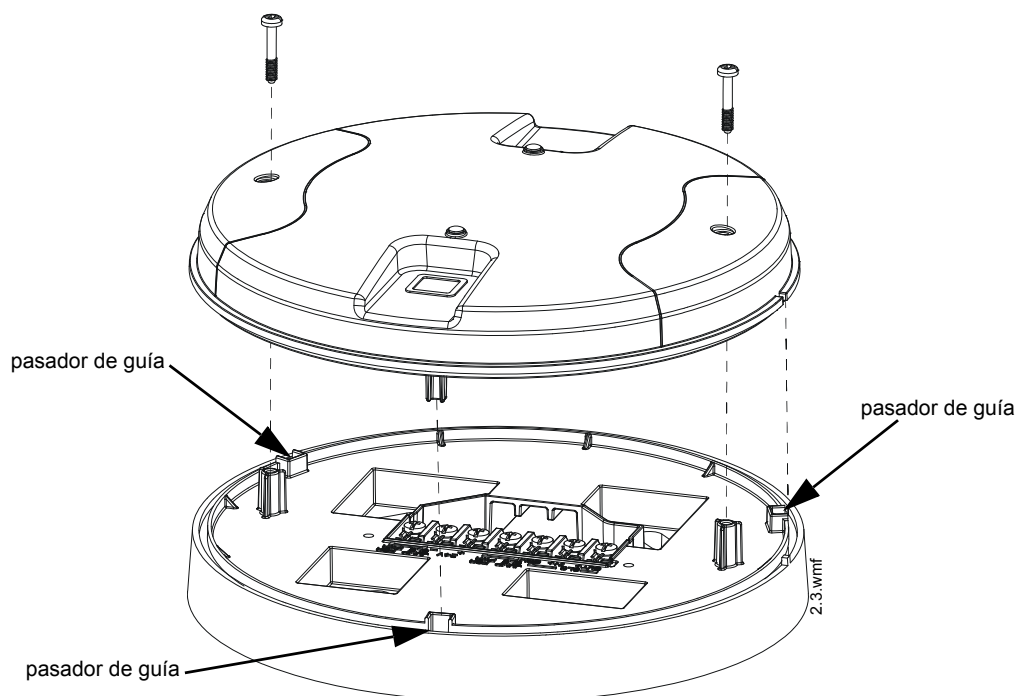

Figura 3.4 Fijación de la cubierta en la placa de montaje
5. Para montar la cubierta, alinee los pasadores de guía de la cubierta con las ranuras correspondientes en la placa de montaje. Consulte Figura 3.4.